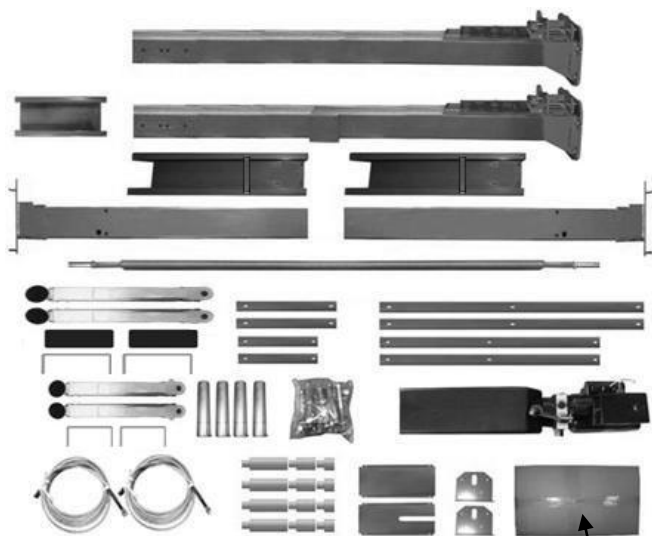

Рис. 8
4. Проверьте детали в соответствии со списком деталей поставки. (См. рис. 8, 9).